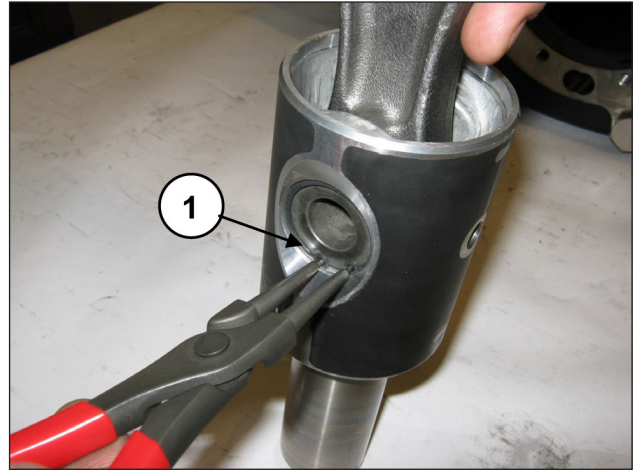
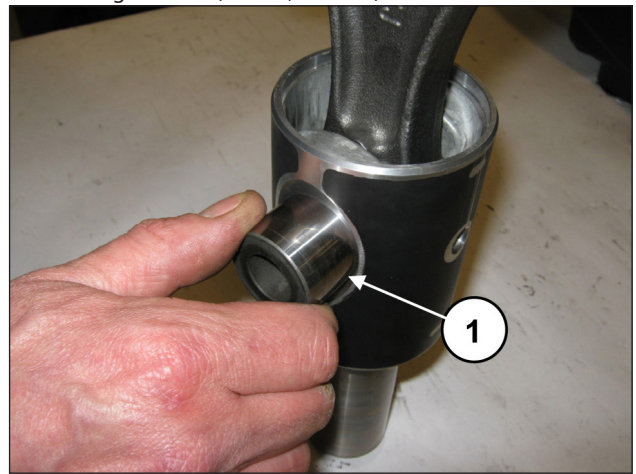
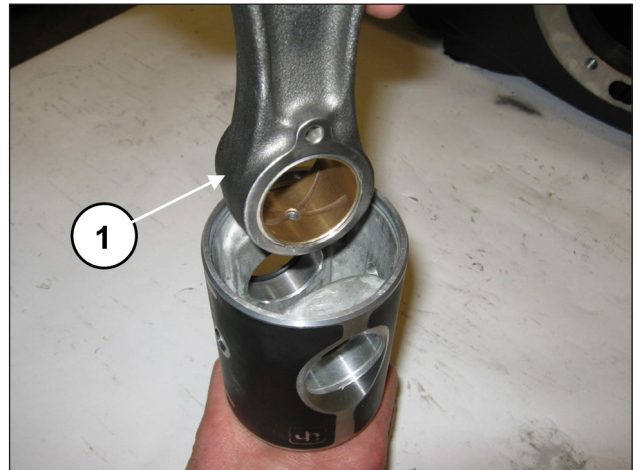

Abb. 37
Abb. 38
Abb. 39
Entfernen Sie die zwei Seegerringe zur Sicherung des Bolzens (Pos. ①, Abb. 37).
Streifen Sie den Bolzen ab (Pos. ①, Abb. 38) und ziehen Sie die Pleuelstange heraus (Pos. ①, Abb. 39).
Setzen Sie die Pleuelstange in die Kolbenführung ein (Pos. ①, Abb. 39) und anschließend den Bolzen (Pos. ①, Abb. 38). Montieren Sie die zwei Seegeringe zur Sicherung (Pos. ①, Abb. 37).